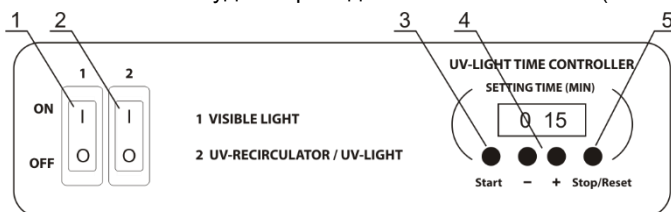
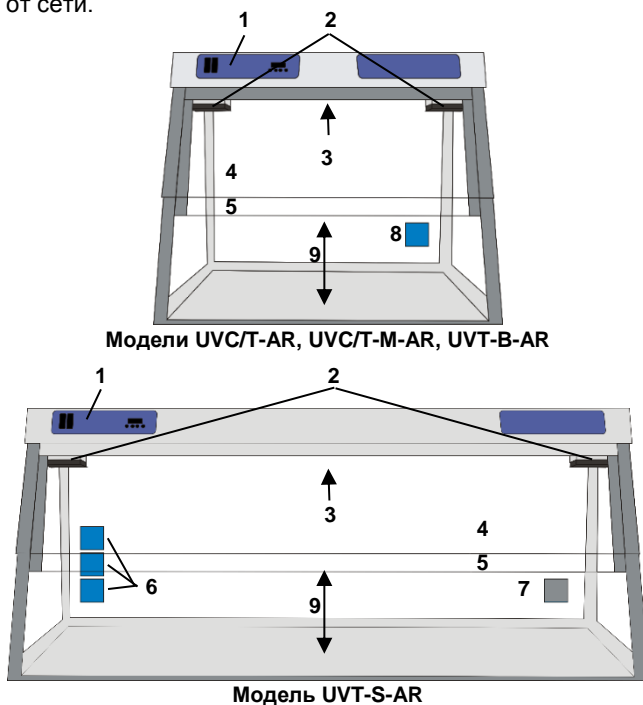

Рисунок 2. Панель управления
Рисунок 3. Бокс для стерильных работ, вид спереди:
**Внимание!** Открытая УФ лампа внутри бокса (рис. 3/3) работает только при полностью опущенном защитном экране. Любые действия под прямым УФ излучением запрещены!
- 5.2.1. Переведите в положение ON выключатель **2** (рис. 2/2) на панели управления (рис. 3/1), это приведет в действие УФ рециркулятор в верхней части бокса (рис. 3/2) и активирует таймер открытой УФ лампы. УФ рециркулятор работает пока выключатель **2** не будет переведен в положение OFF (выключено).
- 5.2.2. Установите время экспозиции открытой УФ лампы на электронном таймере прибора (UV-LIGHT TIME CONTROLLER), используя кнопки таймера “+” и “-” (рис. 2/4) для увеличения и уменьшения времени экспозиции с шагом 1 мин. Если кнопку удерживать нажатой дольше 2 секунд, скорость изменения значения увеличивается.
- 5.2.3. Нажмите кнопку **Start** (рис. 2/3). Включатся УФ лампы, таймер начнет отсчет времени экспозиции. Индикатор таймера отображает текущее время: до 1 часа - в минутах и секундах (мм:сс), после 1 часа - в часах и минутах (чч:мм).
- 5.2.4. Можно отключить открытую УФ лампу до истечения установленного времени экспозиции нажатием кнопки **Stop/Reset** (рис. 2/5). При этом в памяти сохраняется установленное время экспозиции. При полном выключении прибора время экспозиции таймера не сохраняется.
5.3.1. Для освещения рабочей поверхности включите люминесцентную лампу дневного света (рис. 3/3), переведите выключатель **1** (рис. 2/1) в положение ON, включено.
5.3.2. Откройте передний защитный экран (рис. 3/5) для работы в боксе. Высота проема равна 180 мм (рис. 3/9).
**Примечание.** Не блокируйте отверстия рециркулятора (рис. 3/2).
5.3.3. Чтобы использовать электроприборы внутри бокса, пропустите провод питания через отверстие и закройте шторку (рис. 3/7, 3/8, боксы со входным отверстием) или подключите прибор к розетке (рис. 3/6, 3/8, боксы со встроенной розеткой).
- 7.5. **Замена антипылевых фильтров.** По краям УФ рециркулятора находятся антипылевые фильтры (рис. 3/2), которым требуется ежемесячный уход. Для проверки, замены или чистки антипылевых фильтров снимите пластиковые крышки, при необходимости замените или промойте фильтры водой, просушите и установите фильтры и крышки обратно в прибор.